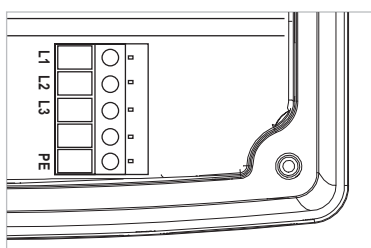

Fig. 21: Morsetti di alimentazione dalla rete
- Morsetti di alimentazione dalla rete (fig. 21)